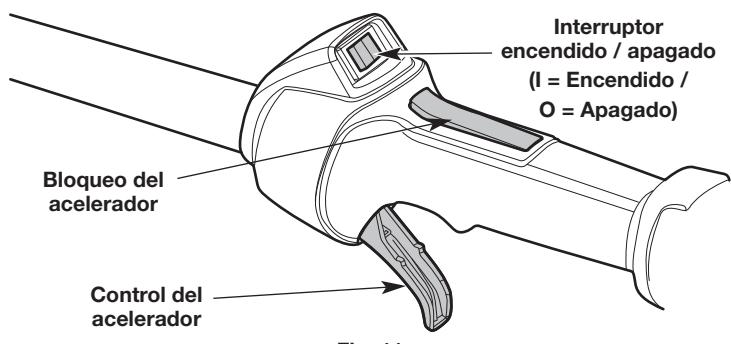

Fig. 11
**NOTA:** No es necesario encender la unidad. El interruptor de encendido/apagado está en la posición **Encendido (I)** en todo momento (Fig. 11).
**NOTA: NO apriete el control del acelerador (Fig. 11) hasta el paso 6.**
6. Oprima y mantenga apretado el bloqueo del acelerador (Fig. 11). Apriete el control del acelerador según sea necesario para el funcionamiento (Fig. 11).
2. Oprima y mantenga apretado el interruptor de encendido/apagado en la posición **Apagado (O)** hasta que el motor se pare por completo (Fig. 11).
**NOTA: NO apriete el control del acelerador (Fig. 11) hasta el paso 8.**
8. Oprima y mantenga apretado el bloqueo del acelerador (Fig. 11). Apriete el control del acelerador según sea necesario para el funcionamiento (Fig. 11).